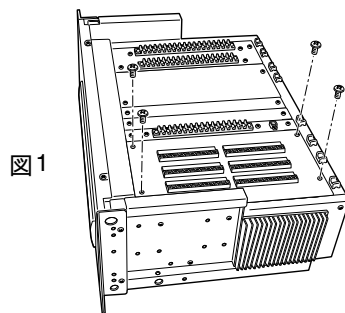

図1
- 1 外部制御信号入出力ボードを固定しているねじ（4本）を外す（図1）
- 1 レールを固定しているねじ（左右各3本）を外す（図1）
- 1 前面パネル部を固定しているねじ(4本)をゆるめ、パネル部を外す(図1)
- 1 ブランクパネルを固定している取付ねじ（2本）をゆるめ、ブランクパネルを取り外す（図1）